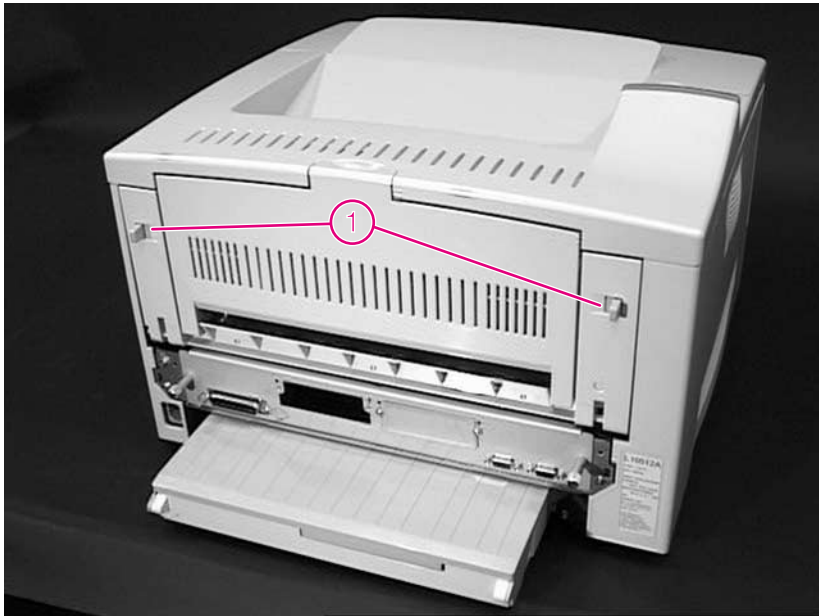

Abbildung 16 Öffnen der hinteren Abdeckung
- 1 Drücken Sie zum Öffnen der hinteren Abdeckung des Druckers die zwei Riegel an der Rückseite des Druckers (Abbildung 16, Nummer 1) zur Druckermitte.